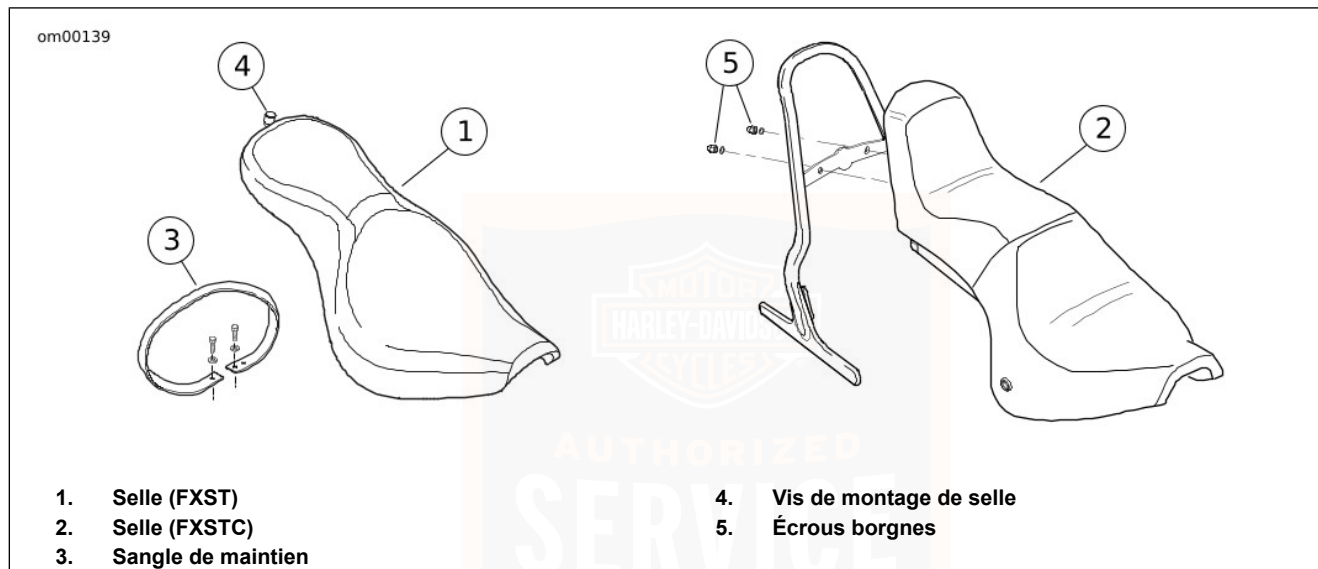

Figure 64. Selle : Modèles FXST/FXSTC
1. Voir Figure 64. Retirer la vis de montage de selle à partir du haut du garde-boue arrière ou enlever les deux écrous borgnes qui attachent la selle FXSTC à la barre Sissy.